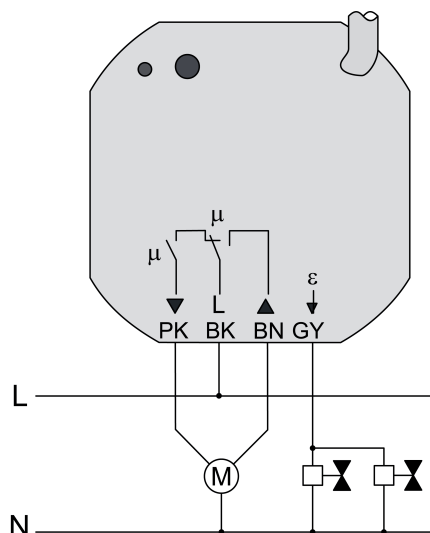

Bild 7
- Anslut förbrukaren (bild 7). Använd de medföljande fjäderklämmorna. De flexibla ledarändarna måste vara förtennade.